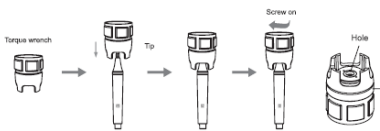

図2
2.2.1 トルクレンチを使用して、チップをハンドピースに固定してください。（図2）